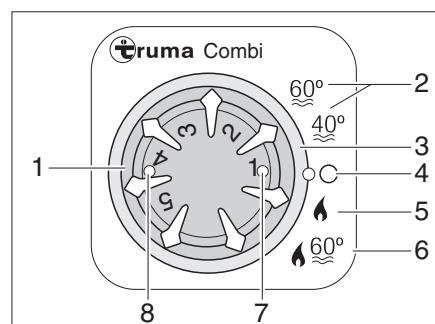

Fig. 307 Unidad de mando para la calefacción/caldera
- Seleccionar el modo de funcionamiento con el interruptor giratorio (Fig. 307,3).
La calefacción selecciona por sí sola la potencia de quemador necesaria. En el modo de funcionamiento "Calefacción y caldera" (Fig. 307,6) se calienta también el agua en la caldera. La calefacción puede utilizarse en el modo de funcionamiento "Calefacción sin caldera" (Fig. 307,5) con la caldera vacía.
- Poner el botón giratorio de temperatura (Fig. 307,1) de la unidad de mando en el nivel de calefacción deseado.
- Poner el interruptor giratorio (Fig. 307,3) en modo de invierno "Calefacción sin caldera" (Fig. 307,5) o en modo de invierno "Calefacción y caldera" (Fig. 307,6).
La luz de control verde (Fig. 307,7) se enciende.
- Ajustar el interruptor giratorio (Fig. 307,3) en "O" (Fig. 307,4).